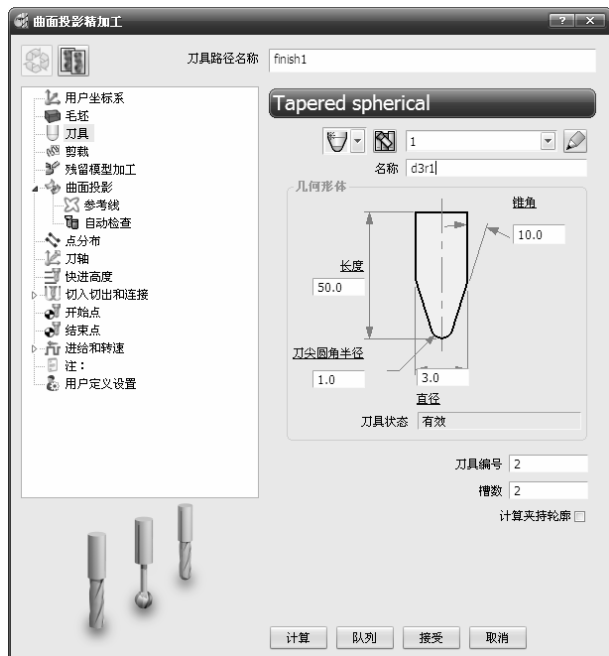

图 5-167 “曲面投影精加工”对话框
2) 在弹出的“曲面投影精加工”对话框中设置相关参数，如图 5-167 所示。